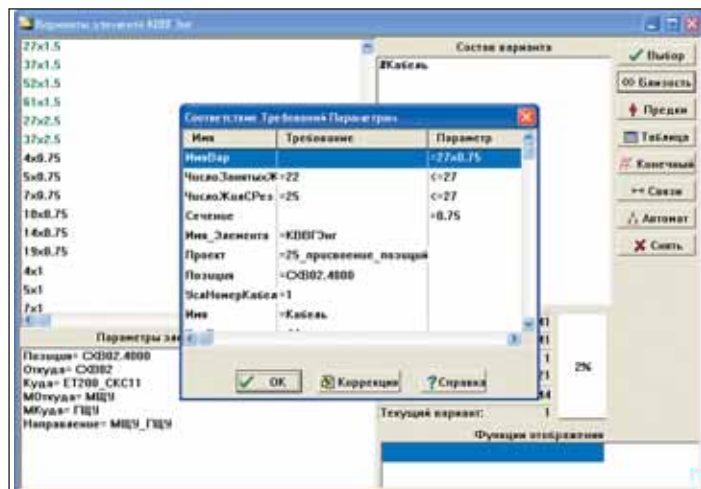

Рис. 4. Выбор кабеля по количеству занятых жил
- построение кабелей и их выбор (рис. 4).